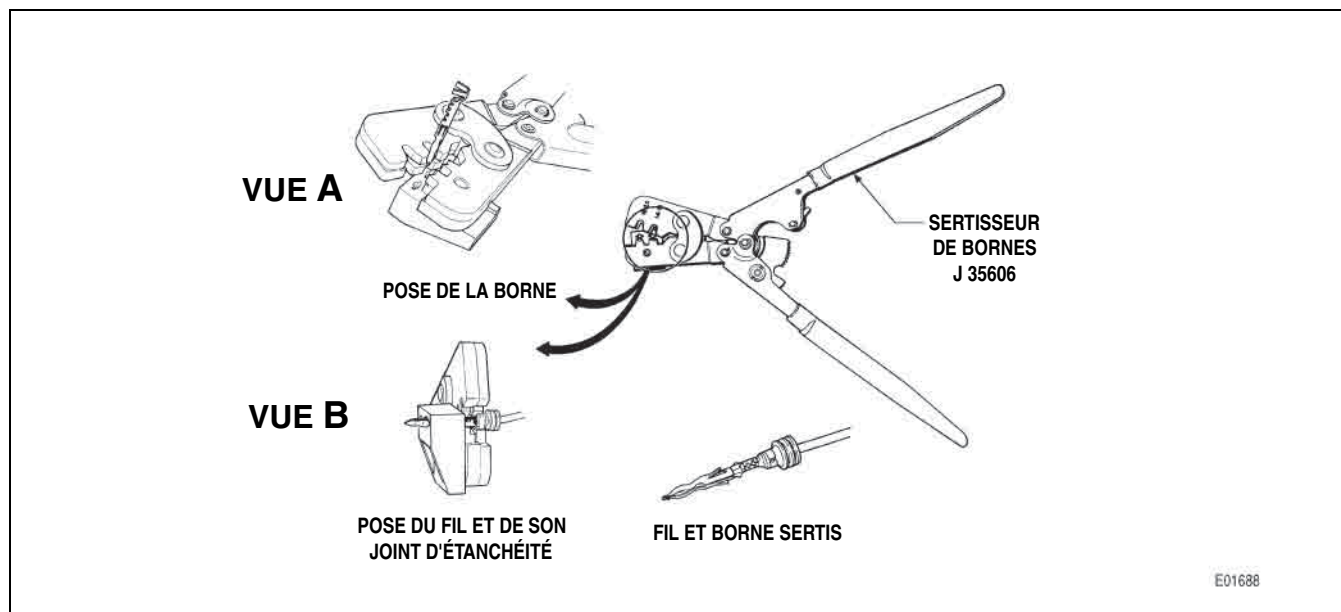

Figure E-11. Sertissage des bornes avec l'outil J 35606
REMARQUE : *deux outils spéciaux sont disponibles pour cette opération, l'outil J 38125-6 (paragraphe C) et l'outil J 35606 (Figure E-11) ou J 38852 (paragraphe D).*
3. Insérez la borne dans l'outil de sertissage J 35606 (Figure E-11, vue A), dans l'ouverture 18-20.
6. Glissez le joint d'étanchéité du fil vers le bord de l'isolation et insérez le fil et son joint d'étanchéité dans la borne (Figure E-11, vue B).